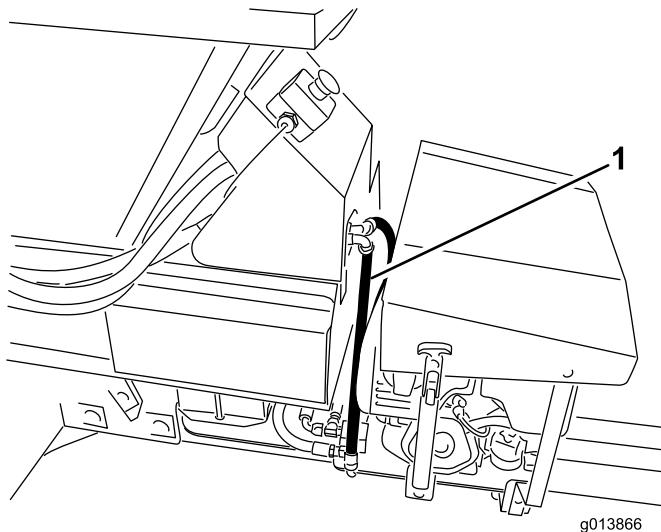

Figura 17
41. Conecte los manguitos hidráulicos al panel de control hidráulico. Consulte Figura 14 y Figura 16 para las versiones SH, y Figura 15 y Figura 17 para las versiones EH.